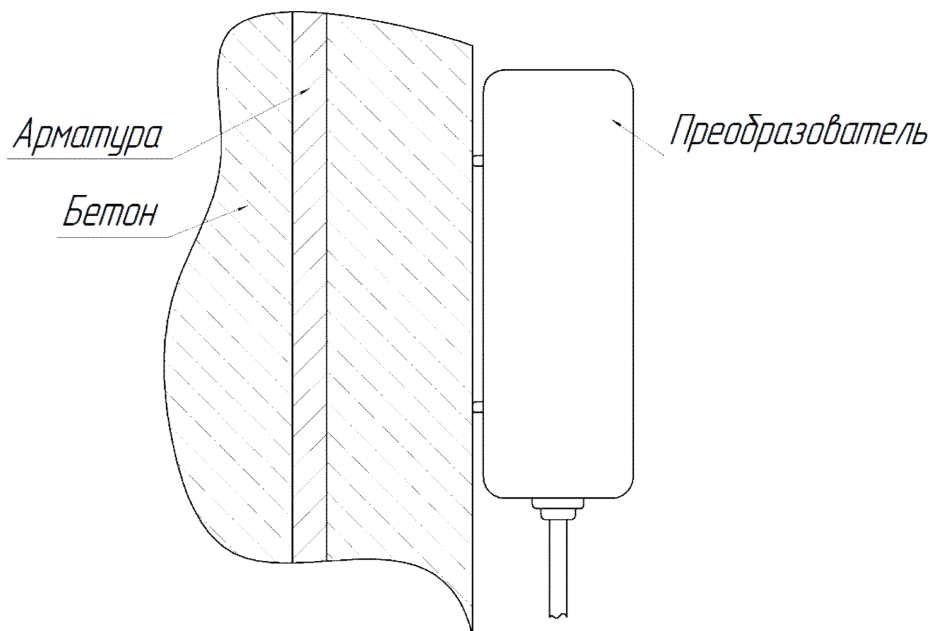

Рисунок 2.7 – Правильное расположение преобразователя относительно арматурного элемента
7. Плавно перемещая преобразователь вдоль поверхности, добиться минимального значения расстояния до арматуры, при котором арматурный элемент располагается под продольной осью преобразователя (рис. 2.7).